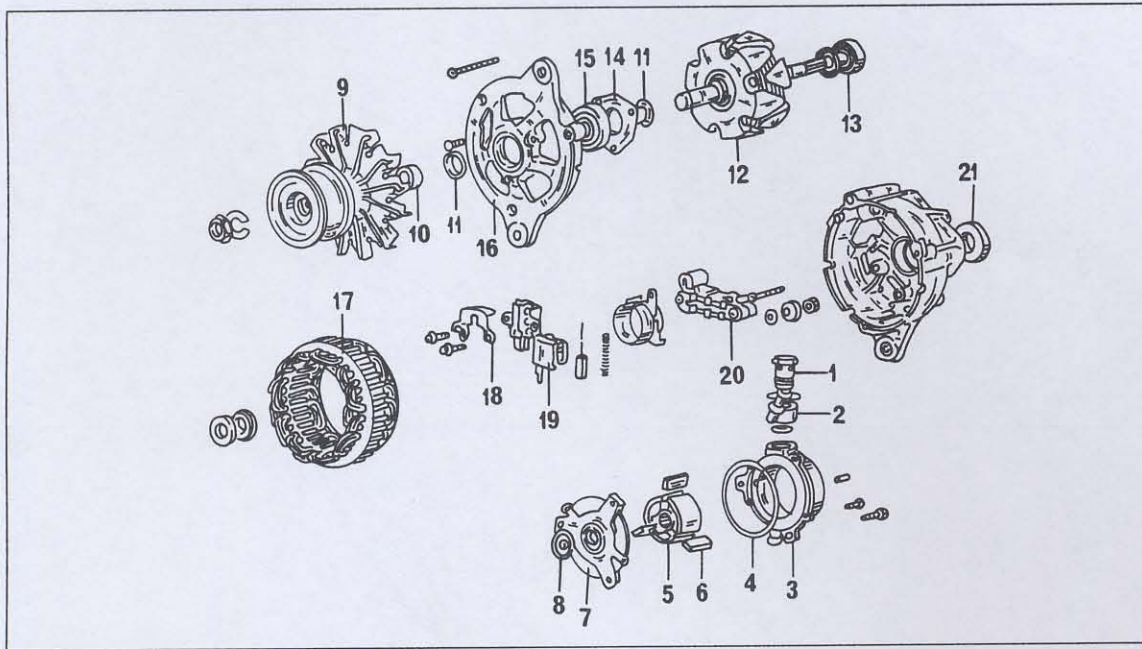

Bild 322
- Mutter von der Läuferwelle abschrauben, den Federring abnehmen und die Riemenscheibe sowie den Lüfter (Bild 322) und die Abstandshülse von der Welle ziehen.
- Bei der Lichtmaschine eines Dieselmotors ist ein Öldichtring in die Rückseite des hinteren Deckels eingesetzt. Diesen mit einem Schraubenzieher heraushebeln. Ebenfalls bei dieser Ausführung die Unterdruckpumpe von der Rückseite abschrauben und in die in Bild 322 gezeigten Teile zerlegen.